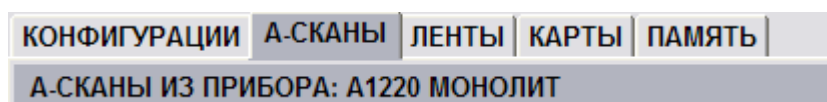

Рисунок 23
- Для загрузки данных из прибора следует нажать кнопку  в окне программы, которая активна только при подключенном приборе, или F1 на клавиатуре ПК. Программа считывает сохраненные в приборе А-сканы, в строке источника данных будет указан прибор (рисунок 23).